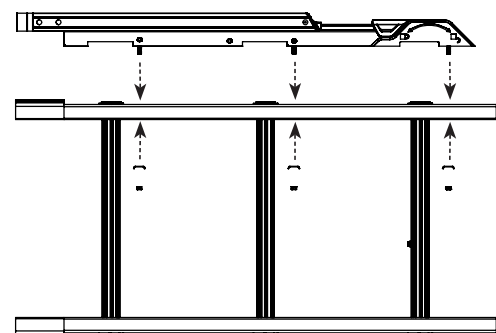

Fig. 4
13. Installez la niveuse en insérant les 6 boulons à travers les trous percés à partir de l'extérieur du rail d'échelle, (Fig. 4)
14. Placez chaque plaque de soutien avec les brides tournées vers l'extérieur (Fig. 4) sur chacun des jeux de boulons.